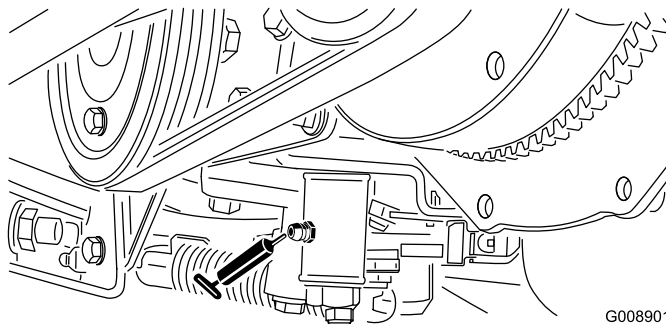

Bild 35
- LeerlaufEinstellung (Bild 35)